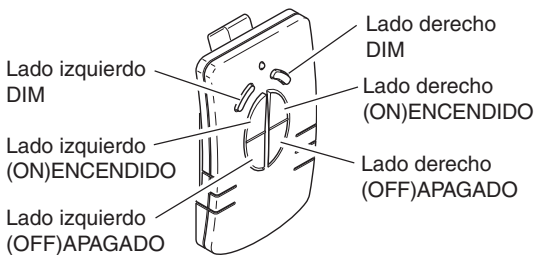

Figura 2 - Controles de las funciones
2. Funciones del control remoto. Los tres botones del lado izquierdo del control remoto hacen funcionar a una o más unidades receptoras que tienen la misma calibración del código. Los tres botones de la derecha harán funcionar un segundo juego de uno o más receptores (vea Figura 2).